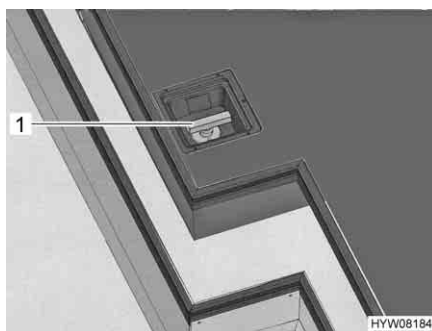

Fig. 85 Leva di comando del serbatoio delle acque grigie
La leva di comando (Fig. 85,1) per lo scarico delle acque grigie si trova nel garage di coda. Il tubo di scarico con collegamento per un tubo di gomma per lo scarico si trova sotto al veicolo.
- Aprire il rubinetto di scarico. A questo scopo ruotare la leva di comando (Fig. 85,1) del rubinetto di scarico di un quarto di giro. La leva di comando è posizionata verticalmente oppure nel senso della lunghezza rispetto al tubo di scarico. Le acque grigie fuoriescono.
- Dopo il deflusso completo delle acque grigie, richiudere il rubinetto di scarico. A questo scopo ruotare la leva di comando (Fig. 85,1) del rubinetto di scarico di un quarto di giro. La leva di comando è posizionata orizzontalmente oppure trasversalmente rispetto al tubo di scarico.